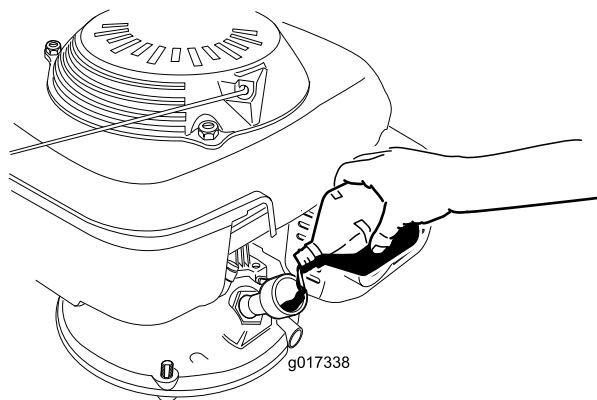

Рисунок 8
3. **Медленно** налейте масло в маслозаливное отверстие, подождите 3 минуты, после чего проверьте уровень масла масломерным щупом. Для этого вытрите щуп дочиста и вставьте его в маслозаливное отверстие, **не ввинчивая при этом** крышку в маслозаливное отверстие (Рисунок 8).